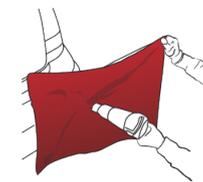
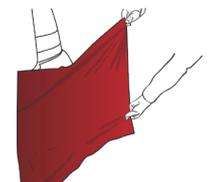

Abbildung 12
Abbildung 13
- › Folie auf 40 °C bis 50 °C erhitzen (Abb. 12) (30 °C und 40 °C für HX45CA890B, HX45CA891B, HX45CA892B) und so spannen, dass die konvexe Oberfläche vollständig bedeckt wird. (Abb. 13)
**!** Im Falle der SKINTAC HX45000 Folien mit strukturierten Oberflächeneffekten (Carbon) muss das Erwärmen der gespannten Folie (Abb. 12) bis (Abb. 17) mit größter Sorgfalt durchgeführt werden. Die Heißluftpistole (Handschweißbrenner) darf nicht im rechten Winkel zur Oberfläche gehalten werden. Sie sollte so geneigt sein, dass eine größere Oberfläche erwärmt wird. Dabei muss die Heißluftpistole immer bewegt werden. Das Erhitzen einer begrenzten Folienfläche kann zu einer definitiven Beeinträchtigung führen.